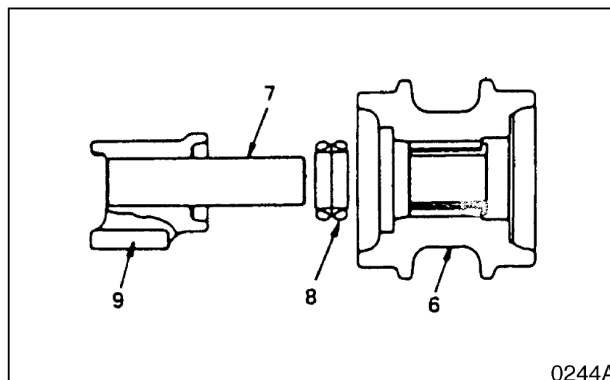

Рис. 43
4. Отделите уплотнение (8, рис. 43) от катка и кронштейна (9).